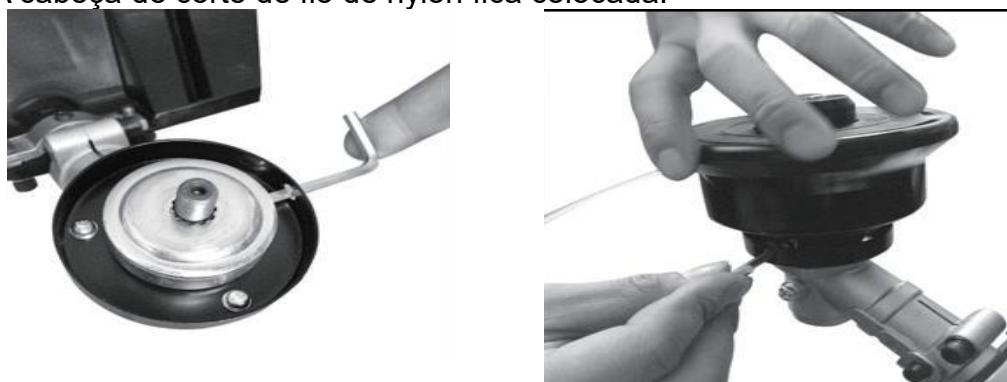

Fig. 7
**Colocar a cabeça de corte, fio de nylon (Fig. 7)**